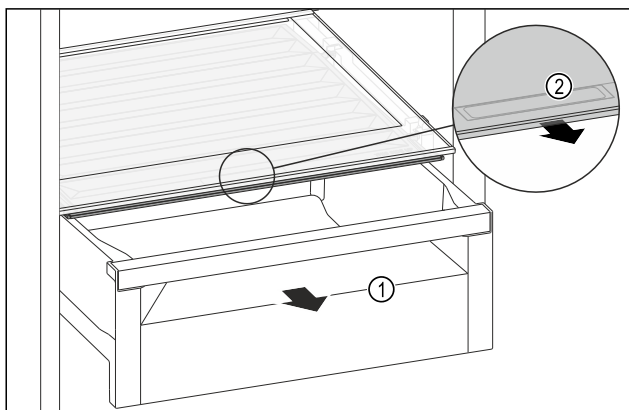

Fig. 161
- Schuifvak Fig. 161 (1) uittrekken.
- Greeplijst Fig. 161 (2) op het vakdeksel vastpakken en het vakdeksel gelijktijdig naar voren trekken.